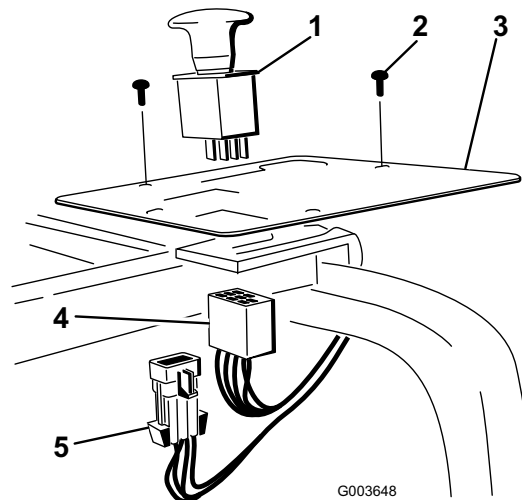

Figura 34
2. Togliete la spina di plastica dalla consolle e montate l'interruttore sulla consolle (Figura 34).
4. Montate il cablaggio preassemblato sull'interruttore nella consolle (Figura 34).
6. Montate il connettore del cablaggio preassemblato principale su quest'ultimo (Figura 34).